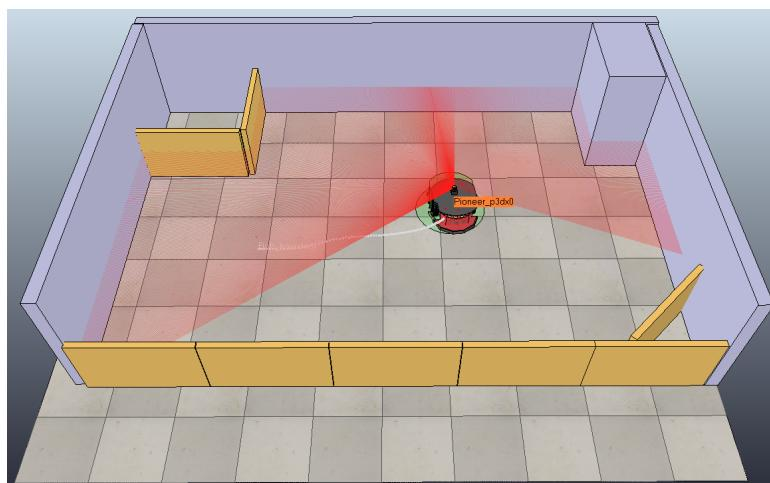
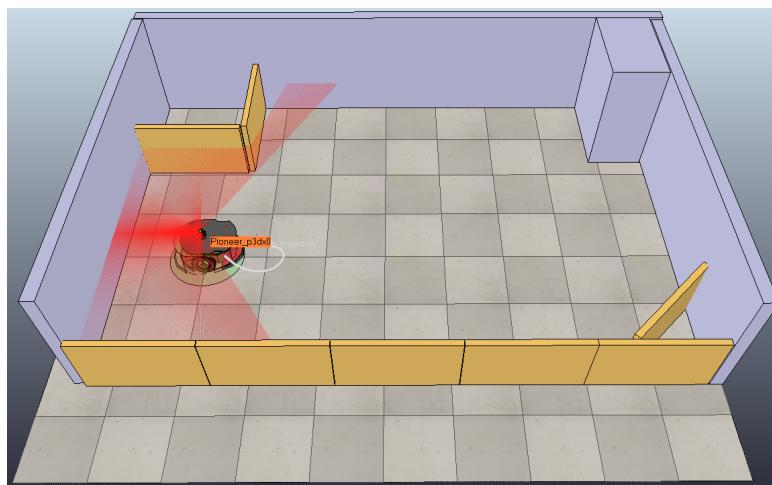
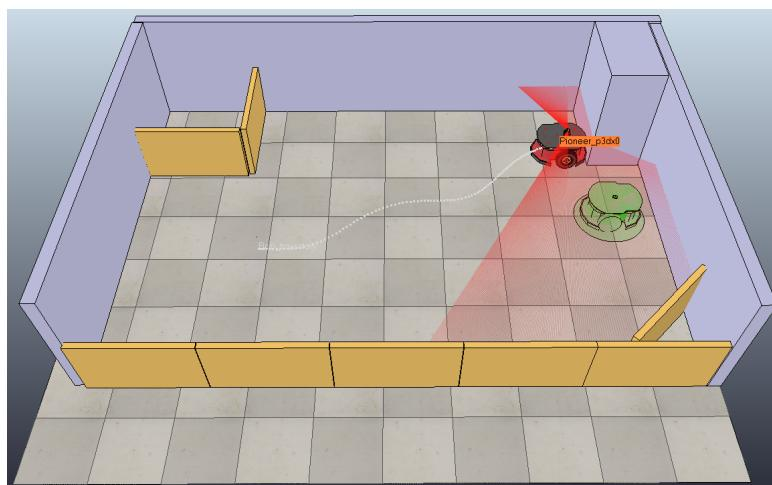

Figura 5: Trajetória do robô para a posição $(1, 6; 0, 6)$ orientado à 90° .
Figura 6: Trajetória do robô para a posição $(-0, 5; 0)$ orientado à 180° .
Figura 7: Trajetória do robô para a posição $(3; 0, 5)$ orientado à 180° .
Ampliando o controlador implementado anteriormente, adicionado a parcela de erro do ângulo entre a orientação o vetor do robô ao destino e da orientação de destino, dada por β , se obtém o controle formalizado por (6). Diferentemente do controle anterior, nessa situação, o robô tenta chegar no seu destino com a orientação desejada, evitando que o mesmo precise girar no seu próprio eixo para corrigir a sua orientação. Observa-se na Figura 5, que a trajetória percorrida é mais suave, e leva o robô ao *target* na direção desejada. O mesmo é visto na Figura 6. Porém, na situação da Figura 7, como o alvo está perto da parede, e a orientação do robô é de 180° , o robô colide na tentativa de contornar o destino para aproximar por trás do mesmo, sendo uma situação onde este tipo de controle é falho.